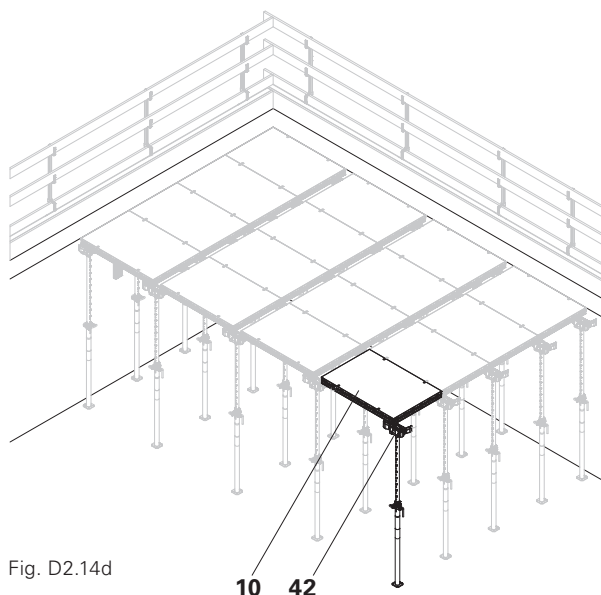

Fig. D2.14d
4. Placer les autres panneaux DP (10) de la même manière. (Fig. D2.14d)